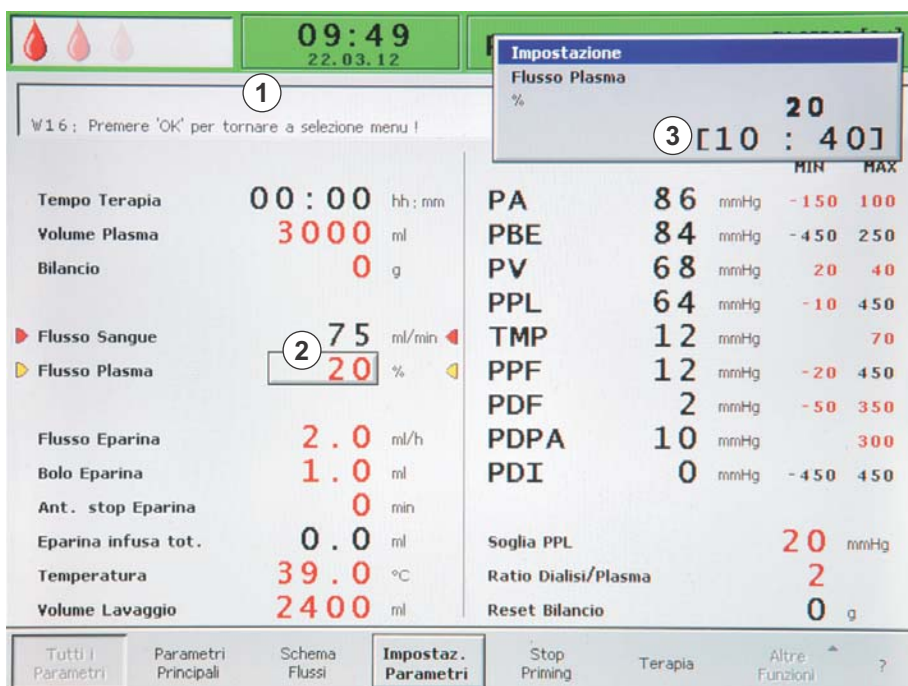

Fig. 2-21 Selezione dei parametri nella videata *Tutti i Parametri*
↳ Tutti i parametri modificabili sono evidenziati in rosso (Fig. 2-21).
☞ Il campo del parametro attualmente selezionato appare come un pulsante in evidenza (non ancora premuto) su sfondo grigio (Fig. 2-21 , ②). Il range di impostazione dei parametri viene mostrato nella finestra *Impostazione* (③). Se un parametro è importante per la sicurezza del paziente, il valore attualmente impostato è indicato sopra il range impostabile.